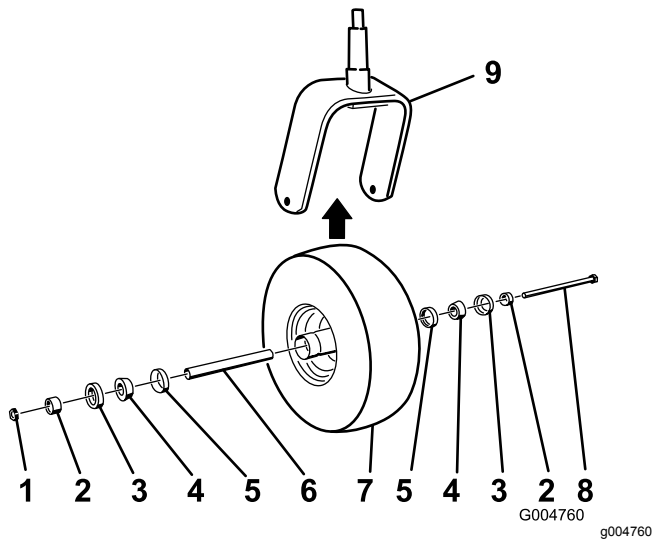

Figura 77
2. Retire la contratuerca del perno (Figura 77).
5. Ensamble la rueda giratoria presionando los cojinetes cónicos y las juntas, llenos de grasa, sobre el cubo de la rueda, según se muestra en la Figura 77.